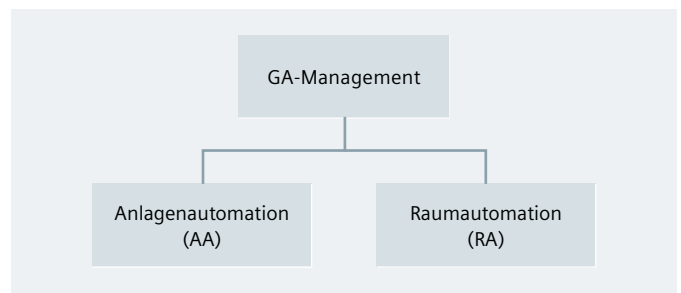

Abb. 1: Aufbau GA-System
Ein Gebäudeautomationssystem lässt sich wie in Abb. 1 dargestellt in drei Systembereiche gliedern: Die Anlagenautomation bezeichnet (AA), die Raumautomation bezeichnet (RA) und das der beiden übergeordneten Gebäudeautomations-Management (GA-Management).